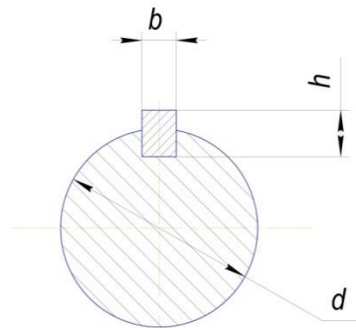

Рис.1
3. В программном комплексе смоделировать шпоночное соединение (рис.1), параметры которого приведены ниже:
Создать модель редуктора. Схема редуктора приведена на рис.1.